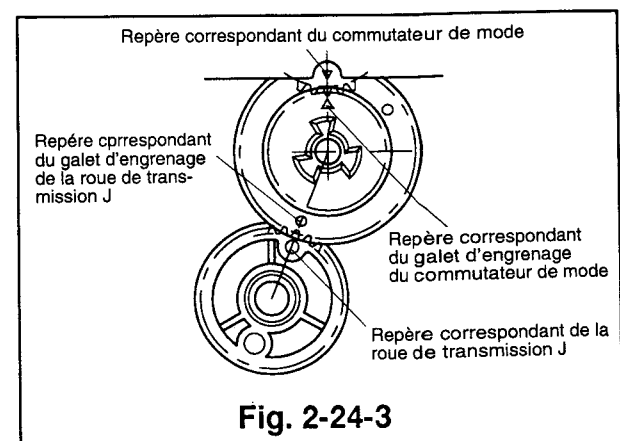

Fig. 2-24-3
- 3) Soulever le commutateur de mode juste assez haut pour pouvoir insérer le galet de l'engrenage sous le commutateur. Fixer le commutateur de mode sur l'axe de manière à aligner les repères du galet de l'engrenage et de la roue de transmission J et du commutateur de mode, comme illustré dans la Fig. 2-24-3.